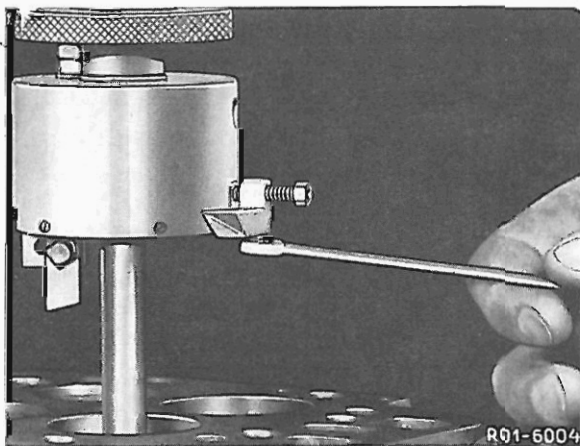

Bild 01-4/10
25. Kupplungsmutter (12, siehe Bild 01-4/3) lösen, mit Schnellverstellerschraube (11) Drehstahl zurücksetzen, dabei Drehwerkzeug etwas anheben.
26. Durch Drehen der Handkurbel und gleichzeitiges Festhalten der Rändelscheibe (10) Stirnfläche unten plandrehen, bis Anschlagsschraube (17, siehe Bild 01-4/3) am Gehäuse anliegt.